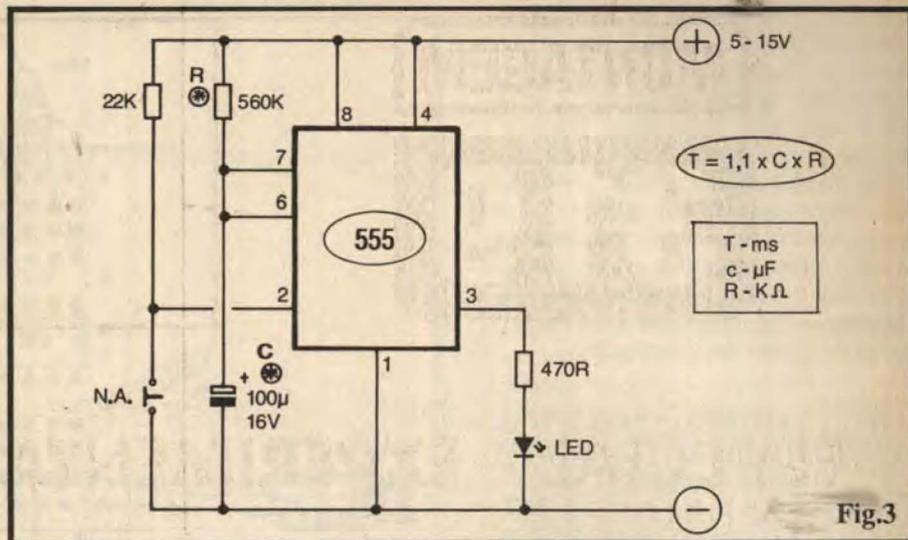

Fig.3
- FIG. 3 - PRIMEIRO CIRCUITO EXEMPLO: UM MONOESTÁVEL COM 555 - O diagrama esquemático mostra o arranjo básico e típico para um **MONOESTÁVEL** baseado no versátil Integrado 555 (aliás, esse Integrado foi "inventado" com a **nítida** "intenção" de funcionar **nesse** tipo de arranjo circuitual, com a função explícita de **TEMPORIZADOR DE PRECISÃO**, embora a prática tenha demonstrado que o 555 é "capaz" de um "monte" de outras funções práticas, com igual confiabilidade e simplicidade...). No caso do exemplo, usamos como indicador de Saída, um LED comum, protegido quanto à Corrente por um resistor de 470R (que também evita excesso de dissipação sobre o Integrado, prevenindo seu - não desejado - **sobreaquecimento**...). O "disparo" da temporização é feito pelo **push-button** Normalmente Aberto, que momentaneamente "negativa" o pino 2 do 555 (que, em **stand by**, encontra-se "positivado" pelo resistor de 22K...). O período é basicamente determinado pelos valores do resistor **R** e do capacitor **C** (marcados com asteriscos, no diagrama...), e de acordo com a fórmula $T = 1.1 \times C \times R$ (onde **T** é o Tempo, em **milissegundos**, **C** é o valor do capacitor, em **microfarads** e **R** é o valor do resistor, em **quilo-ohms**...). Com os valores indicados, para **R** e **C**, obtemos, com razoável aproximação, um Tempo de **1 minuto**, período pelo qual o LED indicador ficará aceso, após a pressão (ainda que muito breve e momentânea...) sobre o **push-button**... A alimentação, bem "aceita" por todo o conjunto de componentes, e principalmente pelo Integrado 555, pode ficar entre 5 e 15 volts, com a única "diferença" que o brilho do LED será, em certo ponto, proporcional ao valor real de Tensão utilizado na dita alimentação...